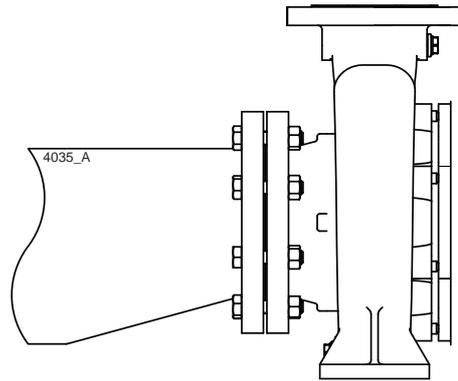

Figura 2: Reducción excéntrica de la brida de succión.
- El paso interior del tubo de succión debe tener un diámetro suficiente. Dicha tubería debe ser lo más corta posible y colocarse de tal modo que se evite la formación de bolsas de aire. Si esto resulta imposible, deberá instalarse un dispositivo de ventilación en el punto más alto del tubo. En caso de que el tubo de succión tenga un diámetro superior al de la conexión de succión de la bomba, deberá utilizarse una reducción excéntrica para evitar la formación de bolsas de aire y turbulencias. Consulte figura 2.